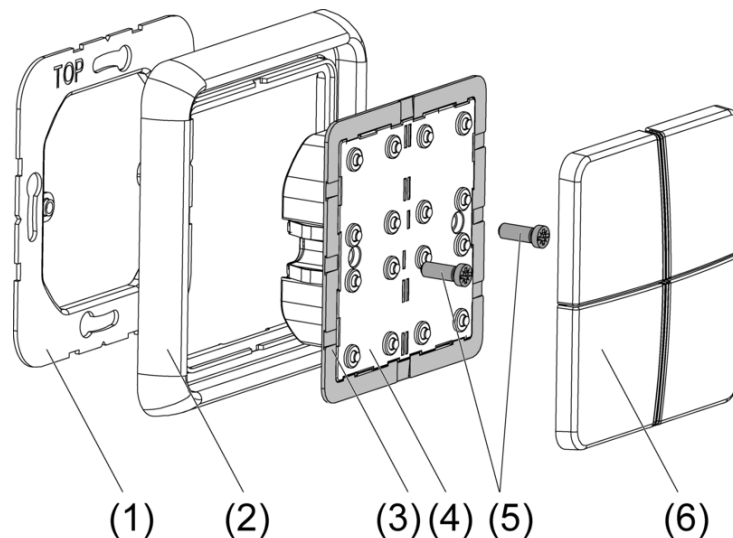

Bild 1: Geräteaufbau
- Adapterrahmen (3) lagerichtig von vorn auf das Tastsensor-Modul (4) aufrasten (siehe Bild 1). Kennzeichnung **TOP** = oben beachten.